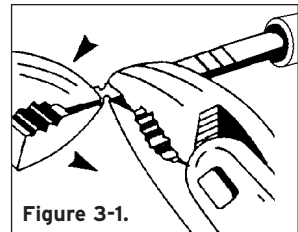

Figure 3-1.
- 2) À l'aide d'une deuxième paire de pinces, plier de haut en bas sur la strie jusqu'à ce qu'elle se brise (**voir figure 3-1**).